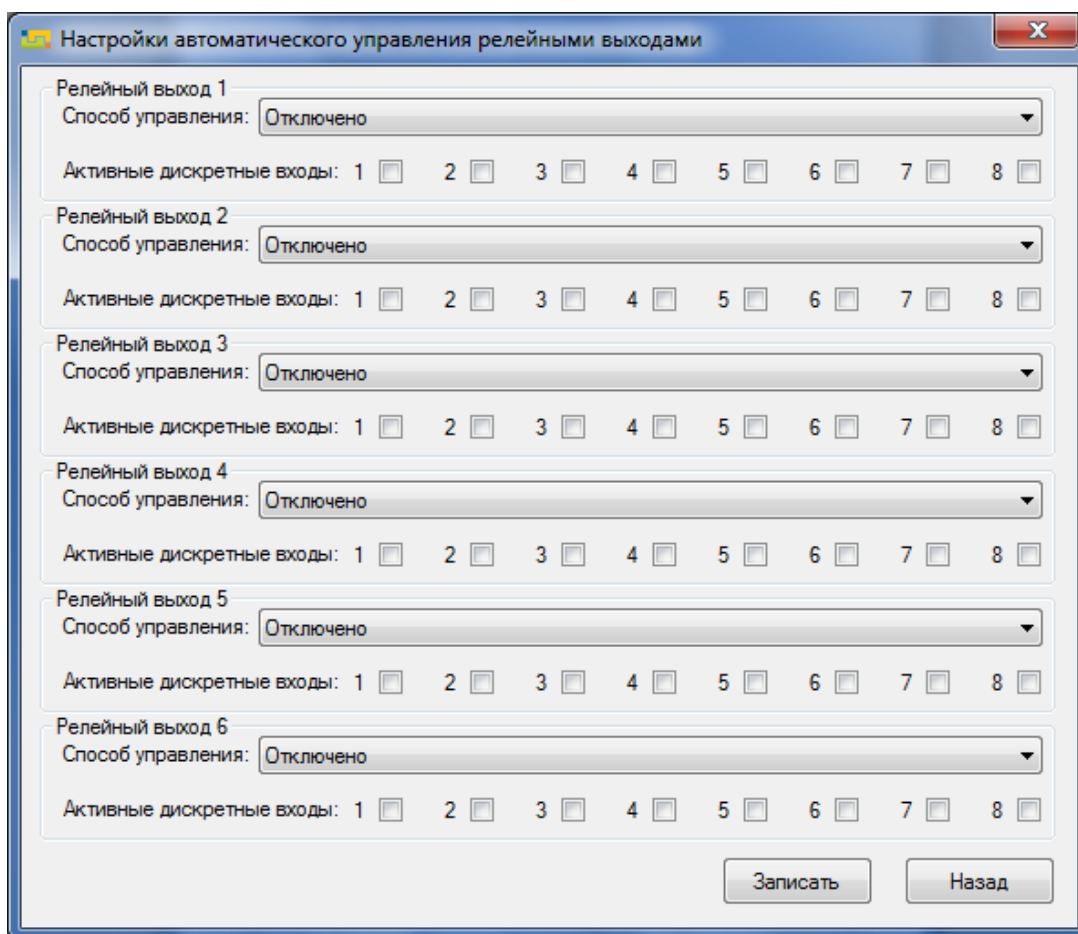

Рисунок 4 – Внешний вид окна настройки автономного управления релейными выходами ПО 35D_config.exe
- в открывшемся окне (см. рисунок 4) выберите способ управления и активные дискретных входы для каждого их релейных выходов: